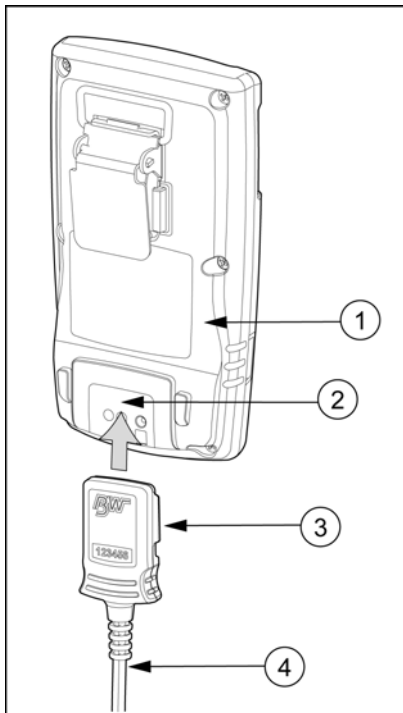

Рис. 8 Подсоединение адаптера для зарядки
Чтобы зарядить аккумулятор, см. рис. 8, табл. 13 и следующие процедуры (1–8).
3. Подсоедините адаптер для зарядки к порту для зарядки. См. рис. 8.